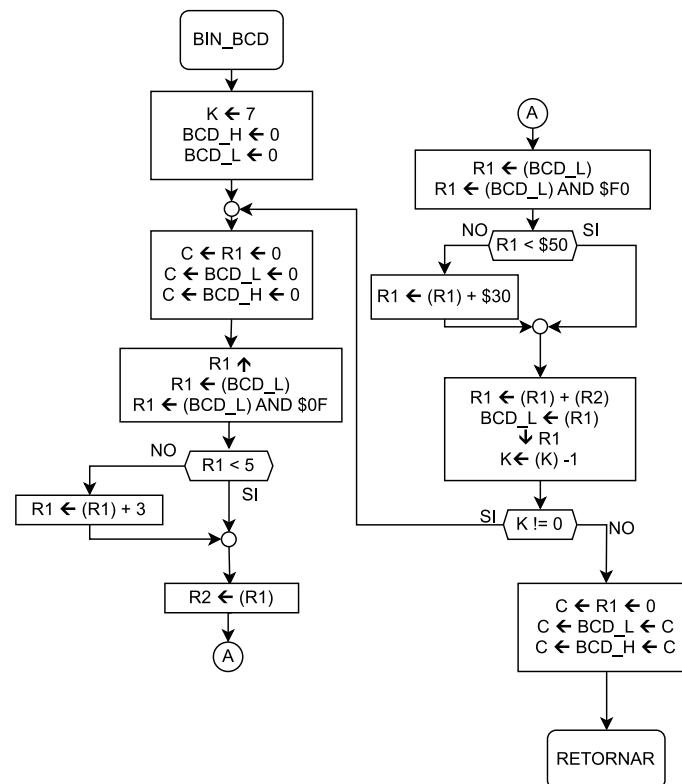

Figura 2.19: Diagrama de flujos para BIN_BCD. Elaboración propia.
Esta subrutina (ver figura 2.19), toma un valor en binario por medio del registro R1 (A), y lo convierte a 3 nibbles en BCD. Los dos nibbles inferiores, se guardan en la variable BCD_L, mientras que el nibble superior se guarda en la parte inferior de la variable BCD_H.